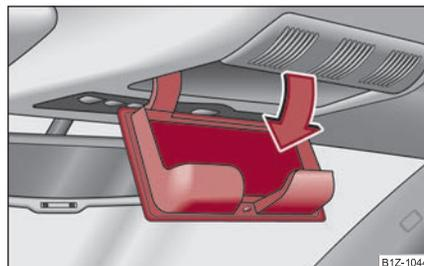

Fig. 106 Escotadura del revestimiento interior del techo: Compartimento guardagafas
- Presione la tapa del compartimento guardagafas; éste se abrirá hacia abajo ⇒ fig. 106. ▶